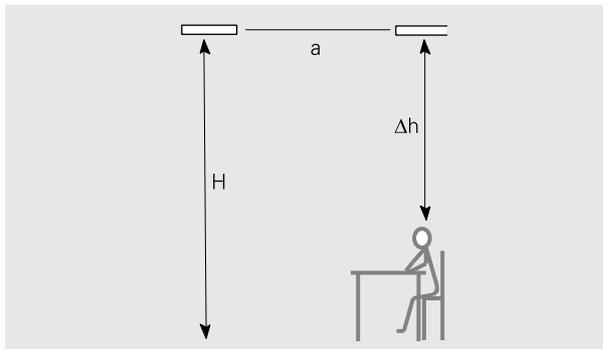

Figura 1: Instalación en vertical.
Al planificar la instalación de los paneles Elztrip, hay que tener en cuenta que la distancia entre paneles no debe ser mayor que la altura entre el suelo y el panel, es decir, (a) debe ser menor que (H). Consulte la figura 1. En las estancias poco utilizadas, los requisitos de confort suelen ser bajos y, por tanto, se puede aumentar la distancia entre paneles. En cambio, en las estancias muy utilizadas, la distancia entre el panel y una persona sentada debe ser al menos de 1,5 a 2 metros (Δh). Si se respetan estas dos condiciones, la diferencia de temperatura de funcionamiento no superará el nivel de confort $\Delta t_{\text{máx.}} = 5 \text{ }^\circ\text{C}$. Esto significa que la diferencia entre la temperatura real y la temperatura que una persona siente no superará los $5 \text{ }^\circ\text{C}$.